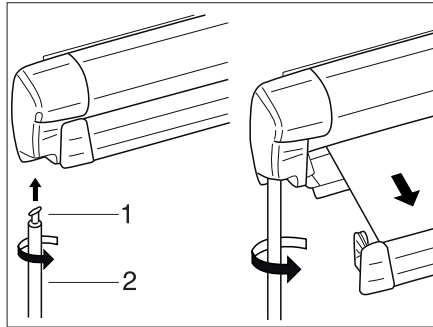

Fig. 35 Toldillo
- Colgar el gancho (Fig. 35,1) de la varilla de manivela (Fig. 35,2) en la argolla de engranaje y girar en 90°.